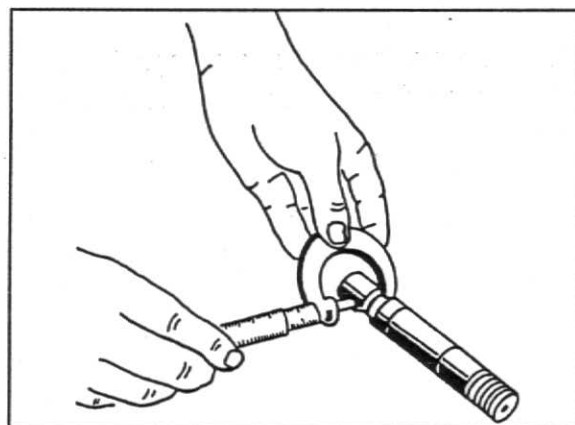

Fig. 13
3. Verifique o diâmetro externo do eixo junto a seu encaixe no rotor: 15,905 - 15,918 mm ou 0,6262 - 0,6267 pol, fig.13.